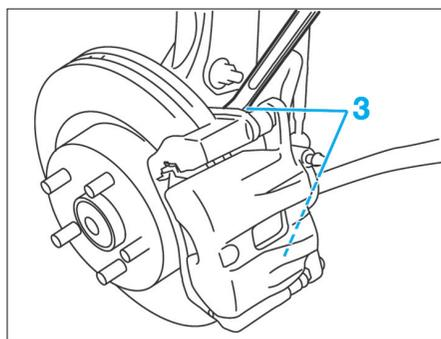

FIG. 13
- Déposer les deux vis (3) du porte étrier (Fig.13).